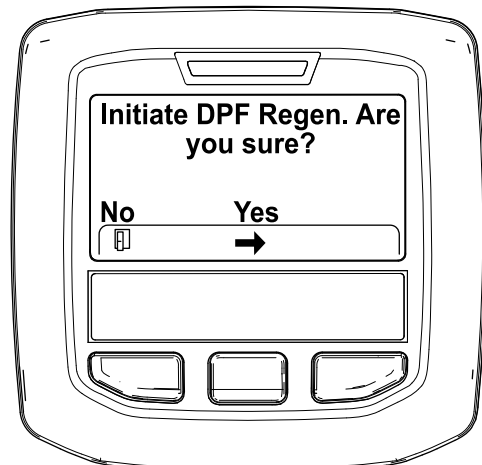

Figura 41
4. Quando surge a mensagem "Initiate DPF Regen. Are you sure?" (Iniciar Regen. DFP. Tem a certeza?), prima o botão central (Figura 41).